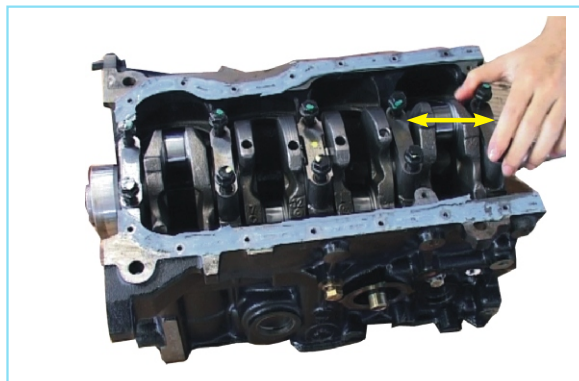

图2-71 拆主轴承盖
②用拆下的主轴承盖螺栓前后撬动主轴承盖，并拆下主轴承盖、下主轴瓦和下止推垫片（图2-71）。